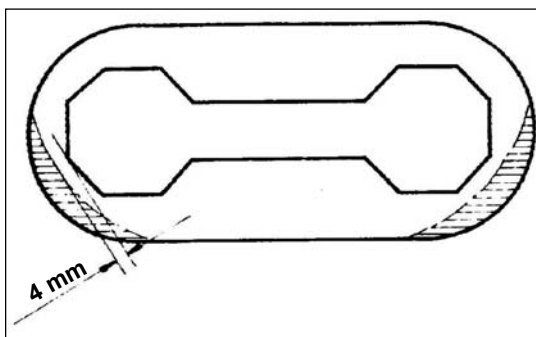

Fig 6-12. Conector
**f. Conectores** - Deve-se controlar o desgaste dos conectores medindo-se a distância entre a borda e o interior. Quando a distância atingir 4 mm, o conector deve ser trocado. (Fig 6-12)